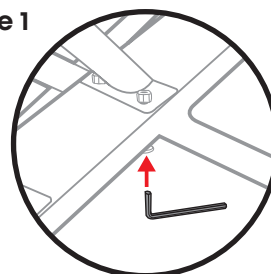

Figure 3
3. Serrez les doigts, puis utilisez la clé Allen pour fixer complètement la roue avant au cadre (Figure 3).